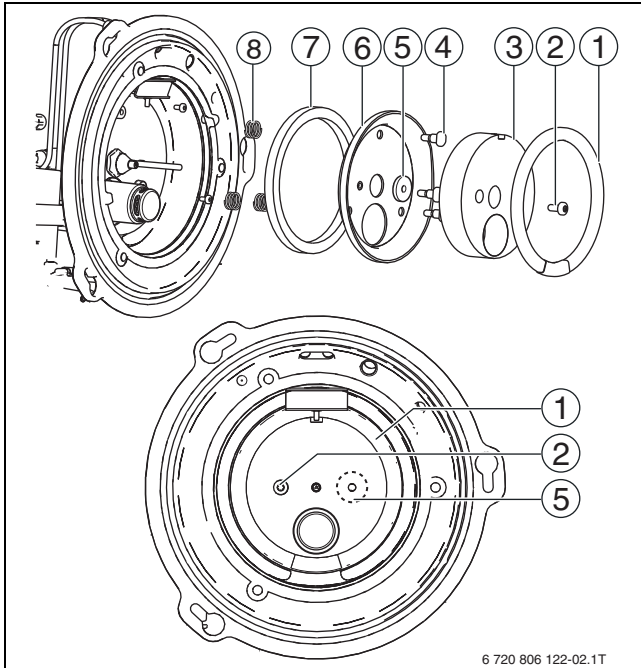

Bild 87 Übersicht Dichtungen
- ▶ Wärmetauscherdichtung (→Bild 87 [1], Seite 52) nach jeder Demontage dieser Dichtung durch ein neues Originalteil ersetzen.
- ▶ Schraube (→ Bild 87, [2], Seite 52) lösen.
- ▶ Wärmetauscherisolierung (→ Bild 87, [3], Seite 52) und die Wärmetauscherdichtung (→ Bild 87, [1], Seite 52) entnehmen.
Ein leichter schwarzer Belag auf der Isolierung (→Bild 87, [3], Seite 52) beeinträchtigt nicht die Funktion.
- ▶ Bolzen (→ Bild 87, [4], Seite 52) demontieren.
- ▶ Deckel des Wärmetauschers (→ Bild 87, [6], Seite 52) mit der Mischraumdichtung (→ Bild 87, [7], Seite 52) und den Druckfedern (→ Bild 87, [8], Seite 52) abnehmen.